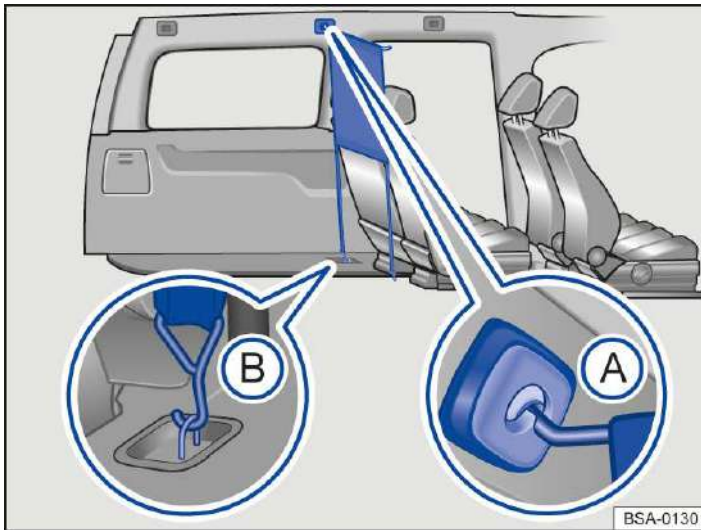

Abb. 3 Hinter der zweiten Sitzreihe:
1. Netztrennwand in die *hintere linke (5-Sitzer)* oder *mittlere linke (7-Sitzer)* Aufnahme im Dach einhaken → **Abb. 3 A**. Darauf achten, dass die Querstange über die obere Position hinaus nach unten gezogen wird.
3. Netztrennwand in die unteren Verzurrösen einhaken → **Abb. 3 B**.